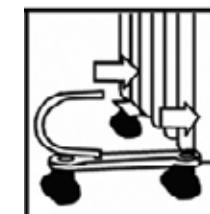

Fig. 2
3. Fixer cet ensemble sur la partie inférieure de l'appareil (Fig. 2, 3).